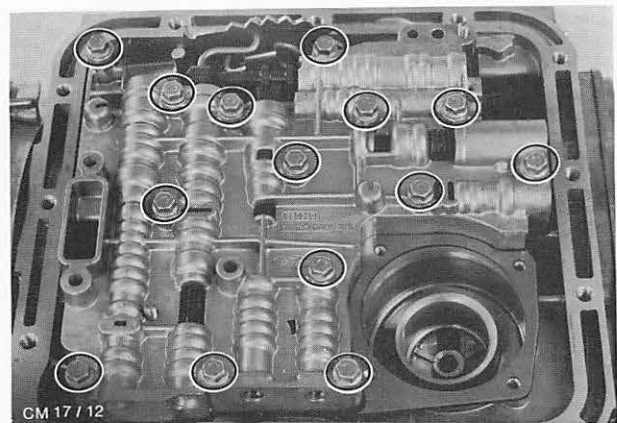

Abb. 47 Schrauben – Steuergehäuse
6. Schrauben (14) vom Steuergehäuse entfernen. Abb. 47. Anschließend Steuergehäuse etwas anheben und seitlich verschieben, damit das Verbindungsgestänge – Wählhebel aus dem Handwählventil gleitet. Steuergehäuse mit Dichtung abnehmen. Das Handwählventil kann aus dem Steuergehäuse herausfallen, festhalten!